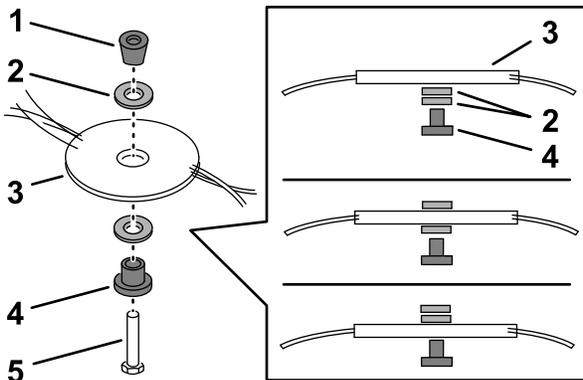

Bild 29
5. Verwenden Sie den mitgelieferten Schraubenschlüssel, um die Mähzscheibe zu entfernen (Bild 29) (Schraube gegen den Uhrzeigersinn drehen) und bewahren Sie dabei alle Befestigungselemente auf.